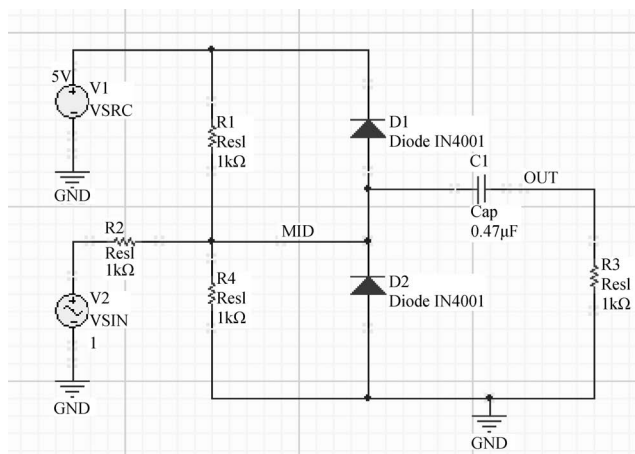

图 3-40 为电路节点指定网络标识符
(7) 为了分析方便,按照图 3-40 所示为电路的一些节点指定网络标识符。